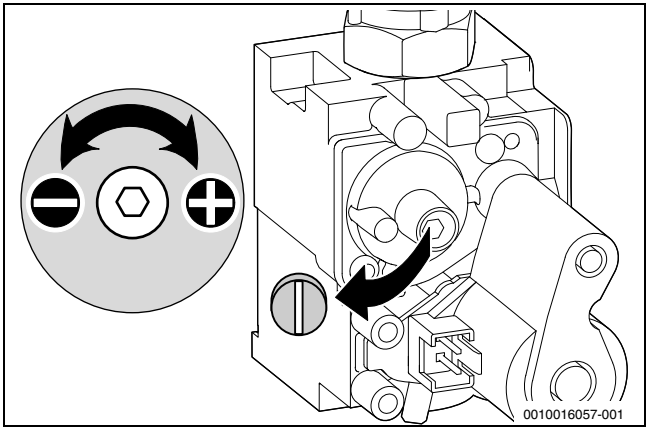

Fig. 48 Reglarea vanei de gaz
- Verificați conținutul de CO2 sau O2 pentru puterea termică nominală maximă conform tabelului 79 și setați din nou, dacă este necesar (→ pagina 54, Fig. 48).